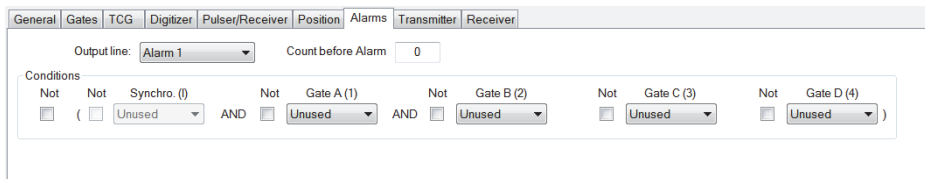

Abbildung 4-54 Registerkarte Alarme
- Wählen Sie die Registerkarte **Alarme** im Dialogfeld **Ultraschalleinstellungen** aus und konfigurieren Sie die Alarme, die die Aufzeichnung von A-Bildern auslösen. Es können vier verschiedene Alarme konfiguriert werden, die alle den gleichen Effekt haben (Abbildung 4-54 auf Seite 153).